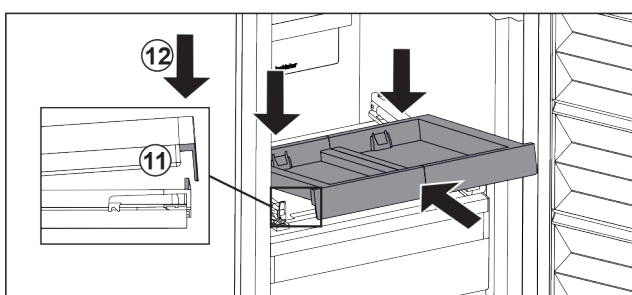

Fig. 143
- ▶ Šikmo zasuňte. Dbejte, aby byl na obou stranách doraz za západkou. Fig. 143 (11)
- ▶ Usadte vpředu vysouvací přihrádku. Fig. 143 (12)